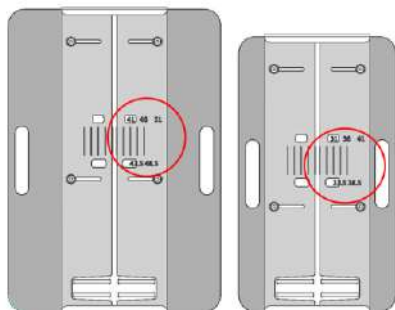

Figura 5-84
- Los rangos de ajuste se dividen en dos grupos: uno para adultos y otro para niños. (Figura 5-84).